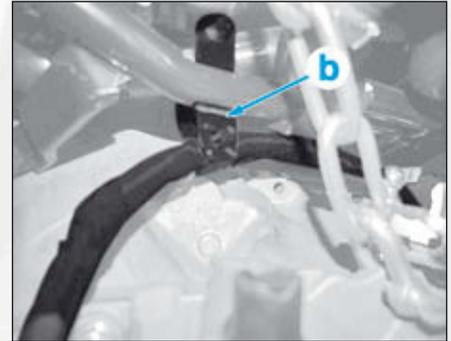

FIG.12
- Déclipper la câble positif de la batterie en (a) (Fig.12).